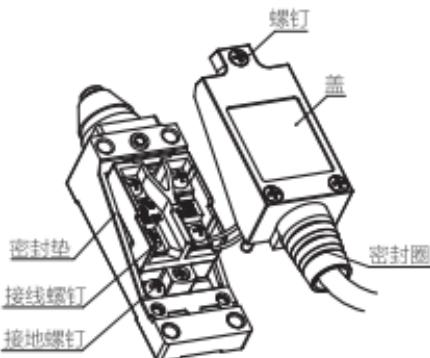
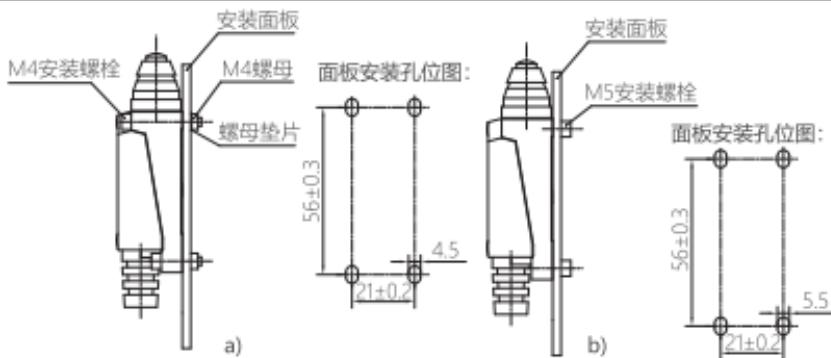

图10 布线示意图
图11 YBLX-ME安装示意图
- 7.2.1 安装：松开盖螺钉→按图10接线→拧紧盖螺钉（密封垫必须正确装回）→按图11安装，安装可采用a) 或b) 。